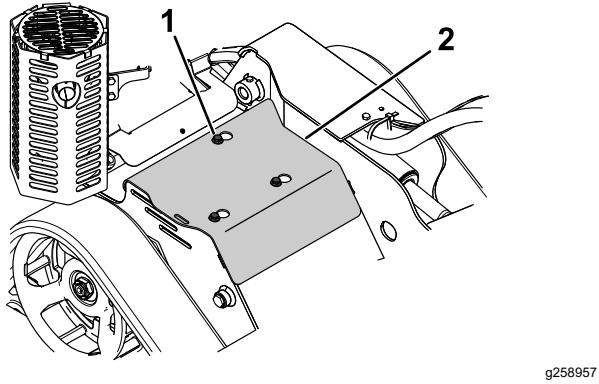

Figura 19
3. Desaperte os 3 parafusos que fixam a placa de cobertura à estrutura sequencialmente, até a cobertura ficar livre (Figura 19).
1. Parafuso (3)
5. Para instalar a placa de cobertura antes de utilizar a máquina, deslize a placa de cobertura para o lugar e aperte os 3 parafusos que desapertou anteriormente (**Figura 19**).